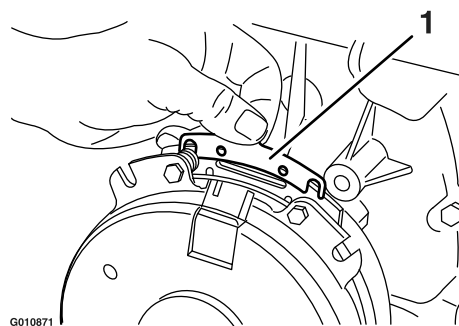

Figura 67
- B. Usando un alicate de punta fina, o a mano, sujete la pestaña y retire el suplemento (Figura 67).
Retire cualquier acumulación de hierba, suciedad u otros residuos de la rejilla del motor. Esto ayuda a asegurar una refrigeración adecuada y una velocidad de motor correcta, y reduce la posibilidad de sobrecalentamiento y daños mecánicos al motor (Figura 67).